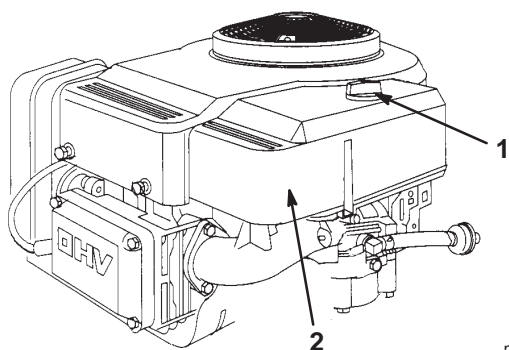

Figure 18
3. Nettoyez la surface autour du filtre à air pour éviter que des impuretés s'introduisent dans le moteur et l'endommagent. Dévissez le bouton et déposez le couvercle du filtre à air (Fig. 18).
3. Reposez le couvercle du filtre à air et le bouton (Fig. 18). Serrez solidement le bouton.